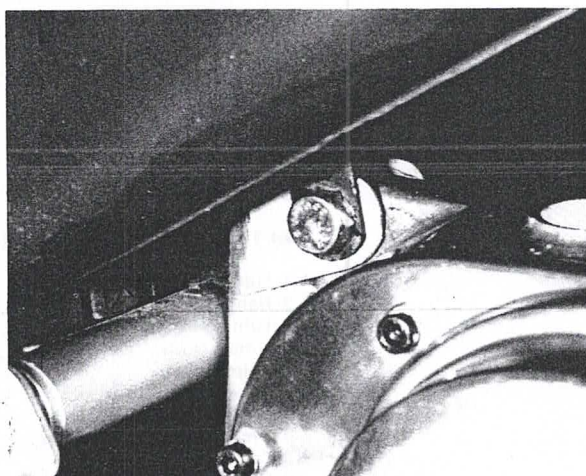

Bild 117
- Der Auspuff ist an einer Schraube beim Getriebehäuse befestigt, die gleichzeitig auch der Motorbefestigung dienen kann (Bild 117). Der hintere Topf der hochgelegten Auspuffanlage ist mit einer Schraube an einer am Rahmen angeschweissten Lasche befestigt, an der auch der hintere Kotflügel hängt (Bild 118). Die tiefgelegte Auspuffanlage ist nahe beim hinteren Ende mit einem langen Ausleger befestigt. An den Frontera-Modellen ist der tiefste Teil der Anlage noch durch ein Blech geschützt.